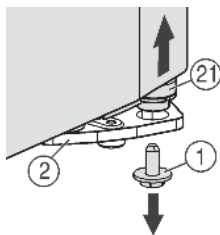
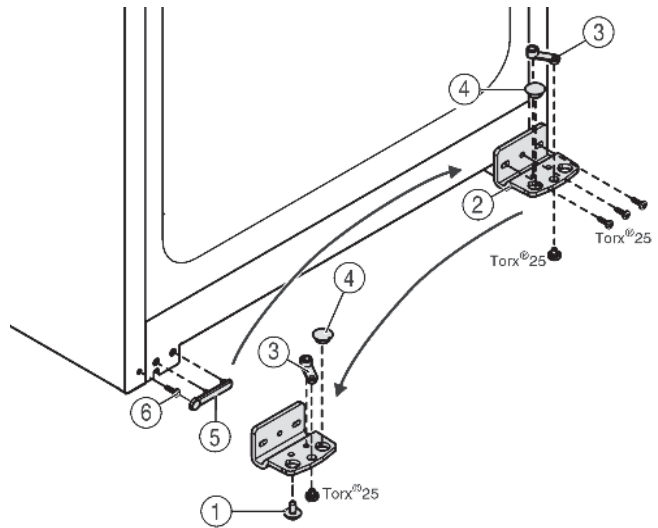

Fig. 4
Fig. 5
- ▶ Vpravo dole na stojanu ložiska vyšroubujte pojistný šroub Fig. 4 (1).
- ▷ Ložiskový čep Fig. 4 (21) se uvolní ze stojanu ložiska Fig. 5 (2).
- ▶ Jestliže se ložiskový čep Fig. 4 (21) neuvolní, vytlačte čep zdola.
- ▶ Našroubujte stojan ložiska Fig. 5 (2).
- ▶ Našroubujte ložiskový díl Fig. 5 (3) a přemístěte do protilehlého upínacího otvoru stojanu ložiska, opět přišroubujte.
- ▶ Vyjměte ze stojanu ložiska zátku Fig. 5 (4) a nasadte do protilehlého upínacího otvoru stojanu ložiska.
- ▶ Opatrně zvedněte kryt Fig. 5 (5) na straně madla.
- ▶ Vyšroubujte šroub Fig. 5 (6) a na protější straně ho opět nasadte.
- ▶ Kryt Fig. 5 (5) opět nasadte.
- ▶ Přišroubujte opět stojan ložiska Fig. 5 (2) na novou stranu závěsu (**silou 4 Nm**), příp. pomocí akumulátorového šroubováku.
- ▶ Zašroubujte a dotáhněte pojistný šroub Fig. 4 (1) dole do ložiskového čepu (**silou 4 Nm**).